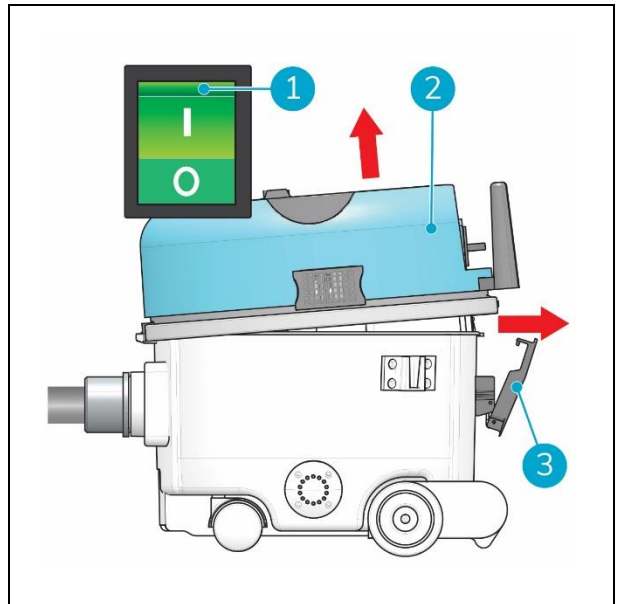

Figure 9
1. Éteignez l'i-vac® 6 à l'aide de l'interrupteur principal (fig. 9, pos. 1).
2. Libérez le loquet (fig. 9, pos. 3).
3. Soulevez le capot (fig. 9, pos. 2) sous le rebord gris, sur le côté du loquet.